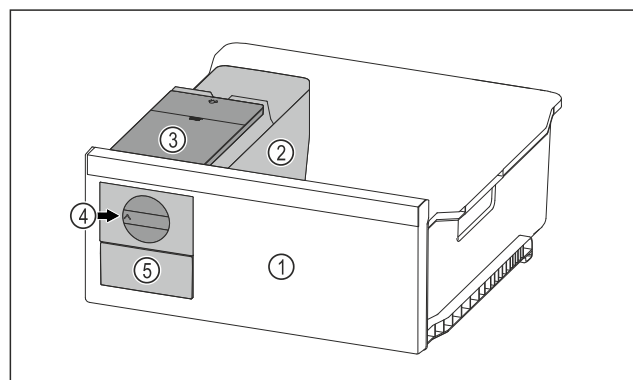

Fig. 69 Ilustrační zobrazení
- Otočte otočný knoflík *Fig. 69 (4)* ve směru hodinových ručiček až na doraz.
- Kostky ledu padají z misky na kostky ledu do zásuvky na kostky ledu *Fig. 69 (5)*.